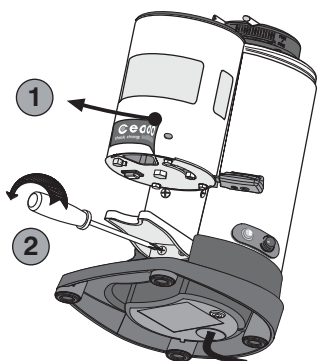

Fig. 9
- 1 Enlever l'adhésif Ceado du doseur (1, Fig. 9) et démonter la fourche d'appui en dévissant les vis (2, Fig. 9). Garder ces dernières dans un endroit sûr.